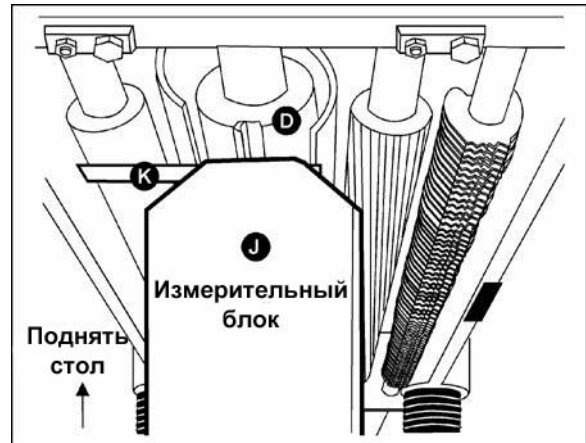

Рис. 26
3. Поместите измерительный блок (J, Рис. 26) на стол прямо под строгальный вал (D, Рис. 26).
4. Используя щуп толщиной 0.02" (0.5 мм) (K, Рис.26), расположенный в верхней части измерительного блока, поднимайте рабочий стол, пока нож не коснется щупа, когда нож находится в самом нижнем положении. Не изменяйте положение рабочего стола, пока не отрегулируете вал разгрузки.